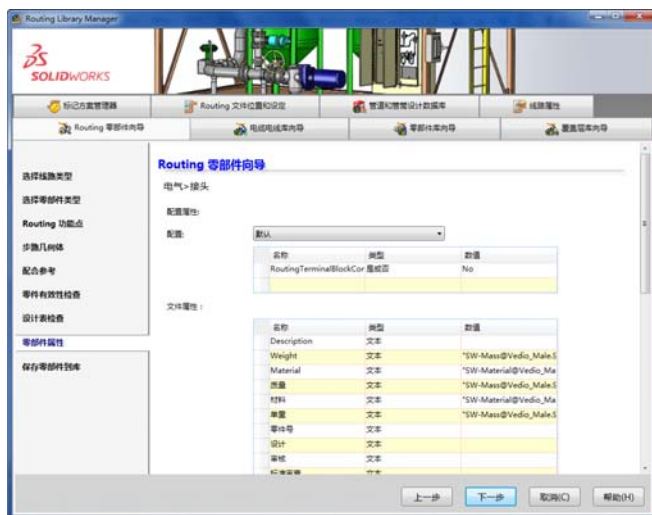

图 18-43 零部件属性
⑨ 此时“Routing Library Manager”对话框中显示的是零部件属性页面，如图 18-43 所示。在这里可以进行系列零件的设计，由于所创建的接头没有系列零件，所以直接单击“下一步”按钮即可。